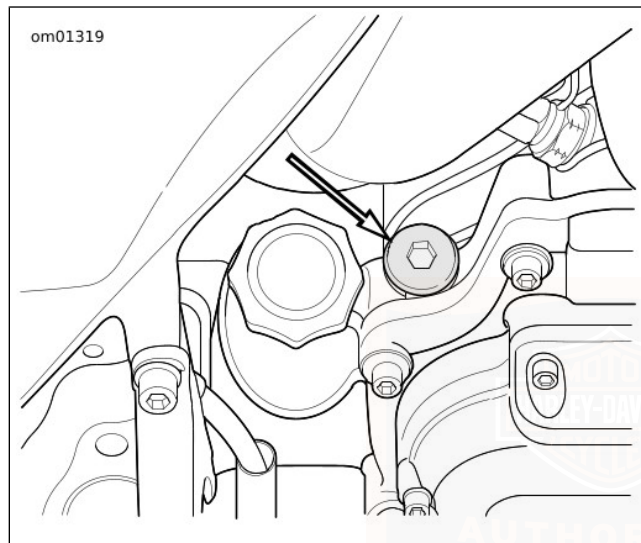

Figure 45. Emplacement du bouchon de remplissage/jauge de la transmission
1. Voir Figure 45. Retirer le bouchon de remplissage/jauge fileté.